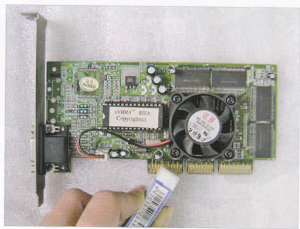

图9-17 用橡皮擦拭显卡的金手指
(1) 解决该故障, 可先将机箱打开, 并将显卡从主板上的PCI插槽中取下。
(2) 取下显卡后, 可用橡皮将显卡的金手指擦一下, 以防止显卡在长期使用的过程中出现金手指氧化, 导致显卡与PCI插槽连接不良。金手指擦干净后, 再将显卡重新插入PCI插槽中, 如图9-17所示。